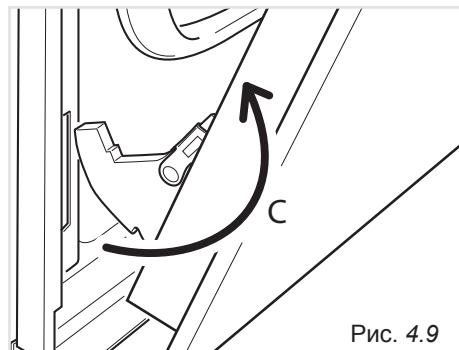

Рис. 4.9
- Вытащите крючки шарнирного соединения из пазов, как показано стрелочкой «С» (рис. 4.9).